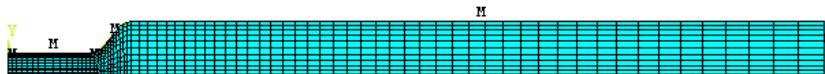

图 5-89 单元网格
⑧划分单元网格：在“MeshTool”对话框中单击“Mapped”按钮，以选择映射网络划分方式。单击“Mesh”按钮，会弹出拾取对话框，单击“Pick All”按钮，进行映射网格划分，得到如图5-89所示的网格。